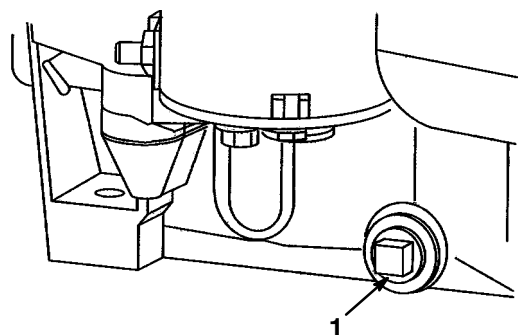

Figure 32
4. Placer une bassine sous le goulot de remplissage et jauge, et enlever le bouchon de vidange (Fig. 32).